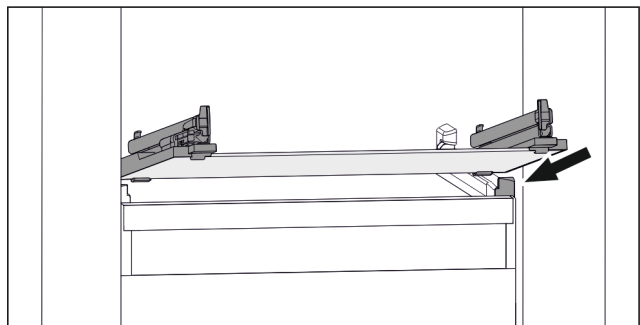

Fig. 49 Exemple de représentation de la tablette en verre
- ▶ Placer la tablette en verre, en l'inclinant, derrière les butées. (voir Fig. 49)